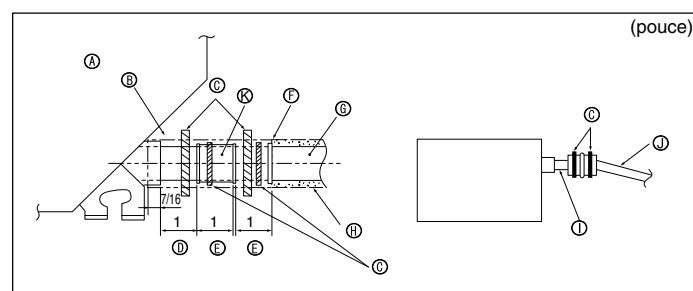

Fig. 5-2
1. Raccorder la prise d'écoulement (fourni avec l'appareil) au port de drainage. (Fig. 5-2) (Appliquer le tube à l'aide de ruban adhésif en PVC puis le fixer avec une sangle.)